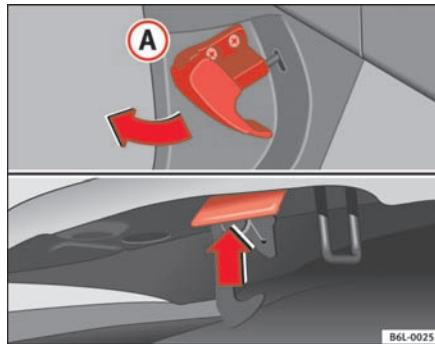

Fig. 121 Detalle de la zona reposapiés del lado del conductor: palanca para el desbloqueo del capó del motor.
- Tire de la palanca que se encuentra bajo el tablero de instrumentos ⇒ **fig. 121** en el sentido que indica la flecha. El capó queda desbloqueado por la acción resorte del muelle ⇒ **! A**.